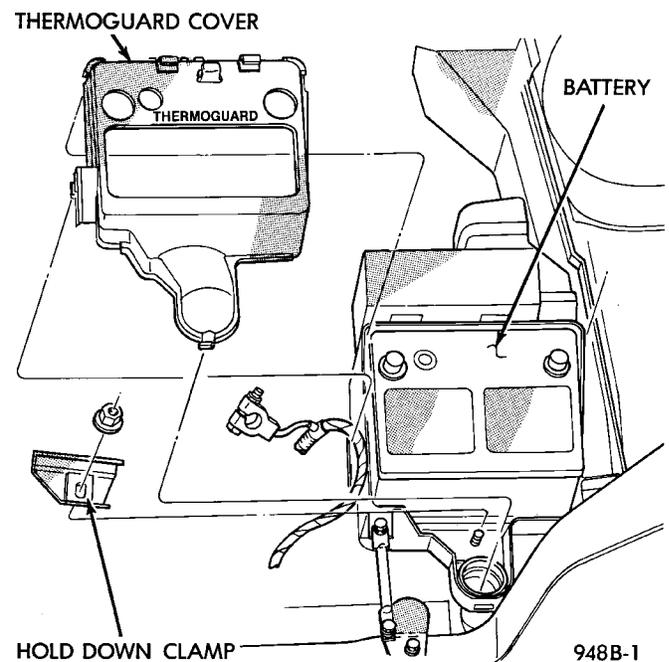

Fig. 13 Battery Thermoguard
(3) Remove battery thermoguard (Fig. 13).